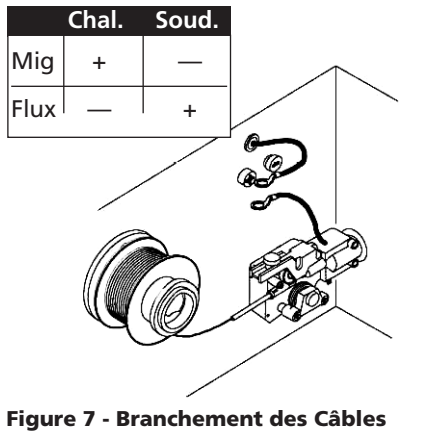

Figure 7 - Branchement des Câbles
- Trouver les connecteurs de polarité rouge (+) et noire (-) juste au-dessus du mécanisme d'alimentation de fil (voir figure 7).